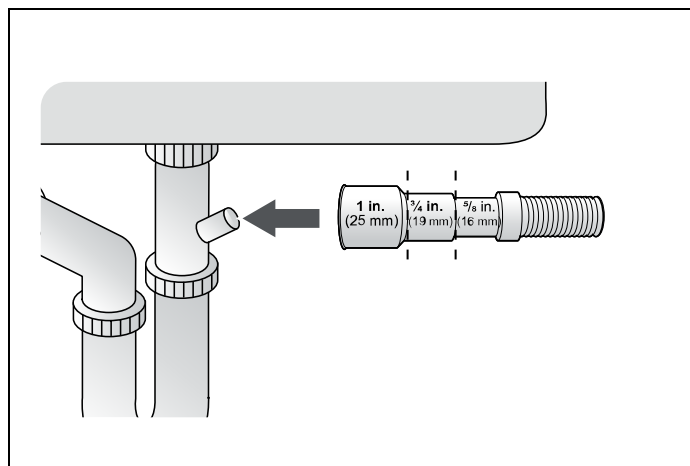

Fig. 16
- 3) Compruebe el tamaño del conector de la manguera de desagüe del fregadero. Si es necesario, corte la manguera de desagüe para que su extremo encaje en el conector del fregadero (5/8", 3/4" o 1" - como se muestra en Fig. 16 ). Si el extremo de la manguera de desagüe no encaja en el conector de la manguera de desagüe del fregadero, utilice un adaptador que puede adquirir en una tienda de suministros de fontanería/ferretería.